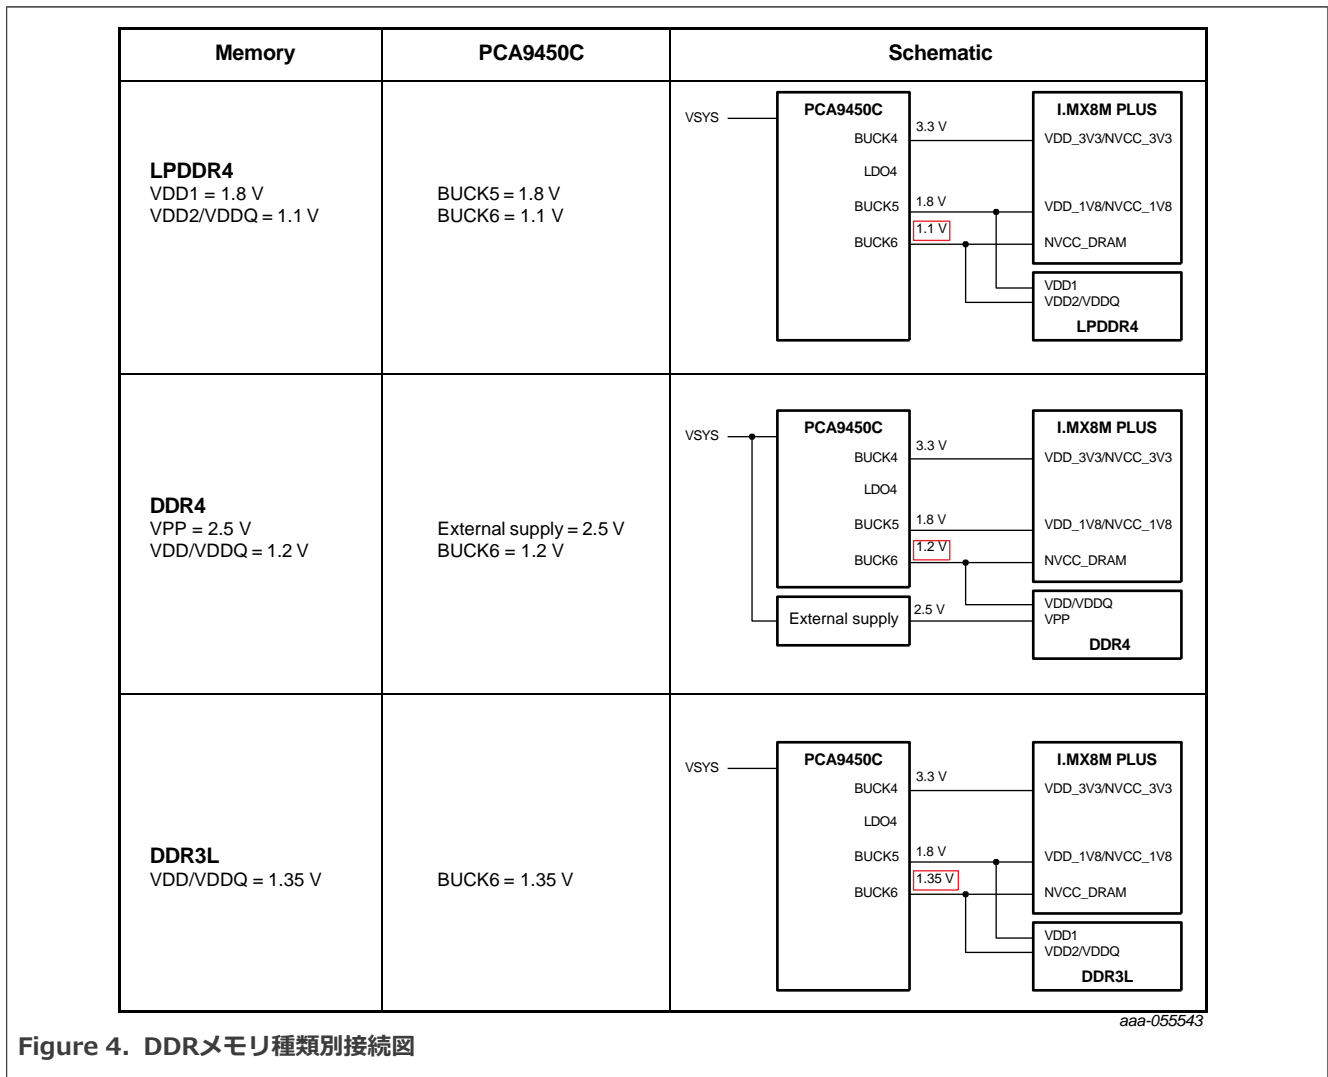

Figure 4. DDRメモリ種類別接続図
i.MX 8M Plusは、LPDDR4/DDR4/DDR3Lの3種類のDDRメモリをサポートします。i.MX 8M Plus起動後に、PCA9450CのBUCK6の出力電圧を、レジスタ設定により1.1Vから、1.2Vもしくは1.35Vに変更することで、各種メモリに必要な電源電圧を出力することが可能です。Figure 4にDDRメモリ種類別接続図を示します。